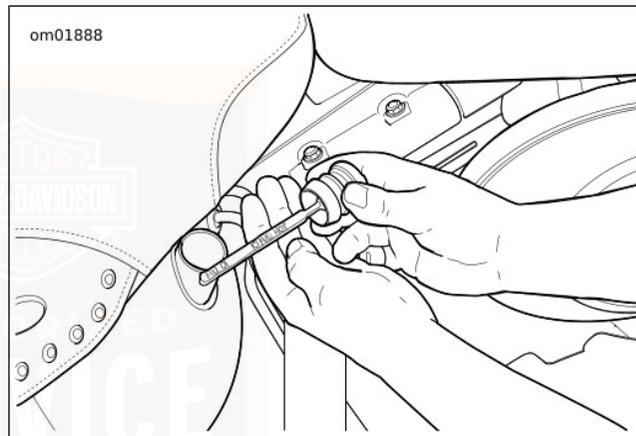

Figura 38. Comprobación del nivel del tanque de aceite
2. Vea Figura 38. Extraiga el tapón de llenado/varilla medidora de aceite.
8. Vea Figura 38. Instale por completo el tapón de llenado/varilla medidora de aceite en el tanque de aceite.